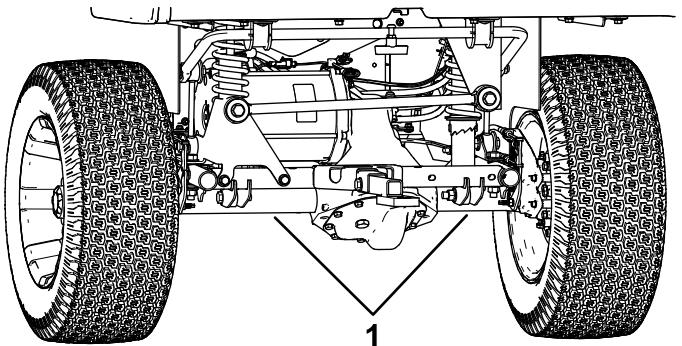

図 30
- ・ 車体後部のジャッキアップポイントはアクスルチューブの下側です 図 30。